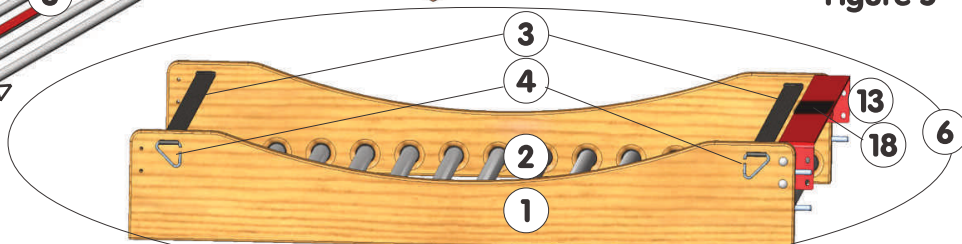
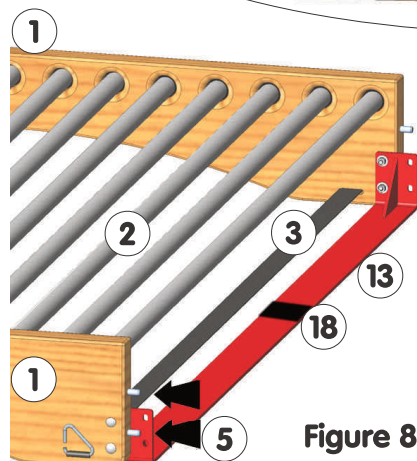
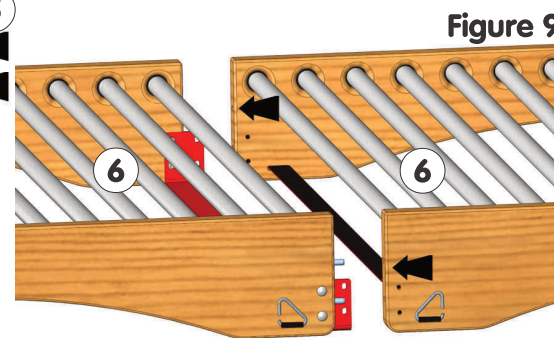

Figure 6
Figure 8
Figure 9
- 5 - Enfiler un anneau métallique triangulaire (4) par extrémité de sangles (3), en l'orientant dans le sens de la **Figure 5**, pour obtenir l'élément monté (6) (voir **Fig. 6**) : Comprimer les montants (1) vers l'intérieur pour monter le 2^d anneau (4).
- 6 - Monter un plat de liaison (13) à une extrémité de l'élément (6) du côté de l'assemblage des éléments suivants *, grâce à la visserie (15), (16) et (17) suivant **Figures 6** et **7**. Coller un pavé de feutrine (18) centré en dessous du plat (13).
- 7 - Retourner le premier élément (6), puis déterminer son emplacement pour accueillir la piste d'évolution de 2 x 25,50m.
- 8 - Enfiler 2 pions métal (5) sur le champs de chaque montant (1) (suivant **Figure 8**) du même côté que les plats (13).
- 9 - Renouveler les opérations précédentes pour les 16 éléments restants (6) (seul le dernier élément ne comporte pas de pion (5)).
- 10 - Solidariser les 17 éléments (6) : Engager les pions (5) d'un élément (6) dans le suivant sur le principe illustré **Figure 9**, puis fixer les plats de liaison (13) d'un élément (6) sur le suivant grâce à la visserie (15), (16) et (17) restante.
- 11 - Finir par monter un plat d'extrémité (14) sur le premier et le dernier élément (6) de la piste, sans oublier les pavés (18).